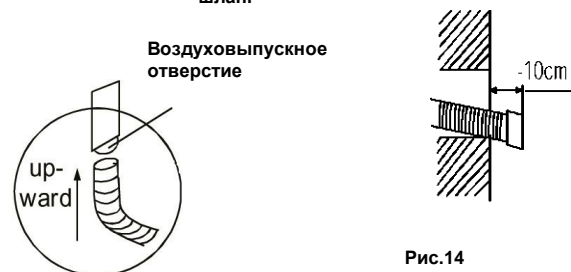

Рис. 14
- Подсоедините выпускной конец вентиляционного шланга к воздуховыпускному отверстию кондиционера для вентиляции и прочно зафиксируйте. Не допускайте люфта вентиляционного шланга (см. рис. 14).